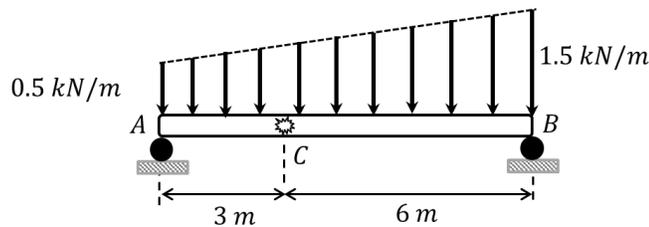

Fig. 8.35.
8.13.- Utilice la viga mostrada en la Fig. 8.35 para determinar la fuerza cortante y torque flector en el punto C.